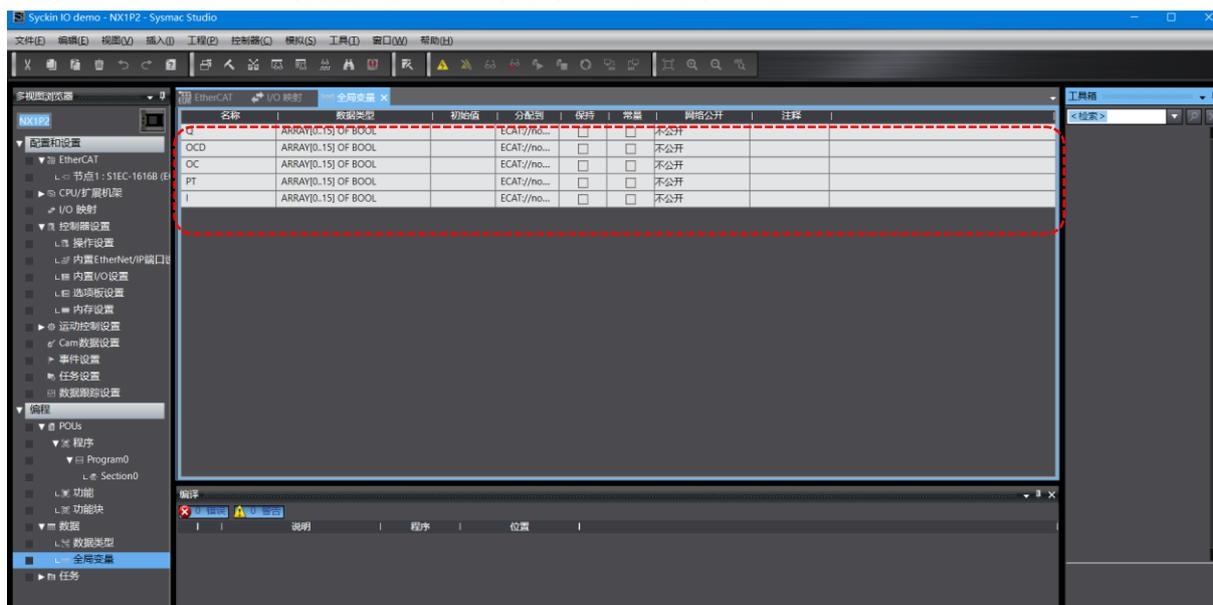

图 3.16
- 2、当新的变量未声明过就在此进行 I/O 映射时，系统会默认将新的变量进行自动声明成全局变量，并与映射的 I/O 数据类型保持一致。如图 3.16 全局变量就是在 I/O 映射的时候自动声明而生成的。